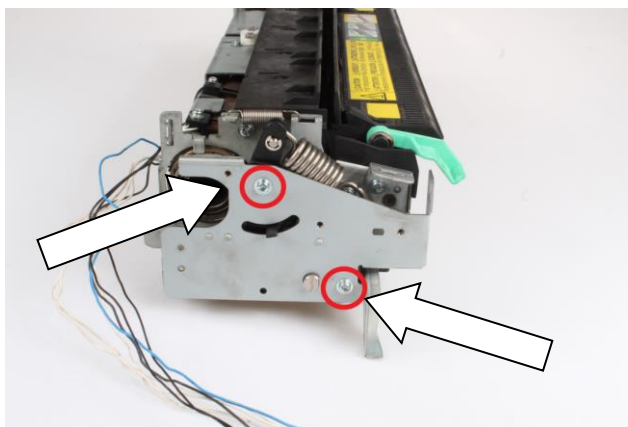

**Rysunek 24** Plastikowy element obudowy - mocowany przez trzy śrubki
11. Odkręcamy plastik obudowy (trzy śrubki). Zwróć uwagę, że skrajne śrubki są inne od pozostałych. Rys.24,25